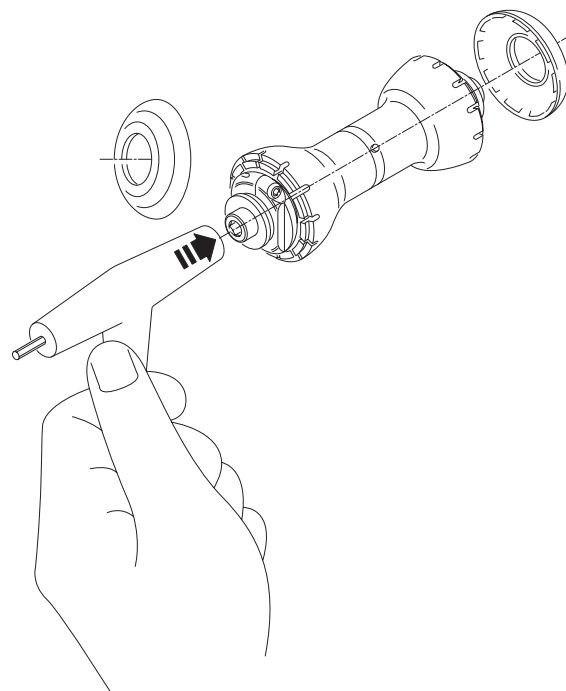

Fig. 76
- Per aumentare il gioco del perno svitate quanto basta la ghiera (C) ruotandola in senso antiorario con la mano o con una chiave da 21 mm. Battete leggermente sulla vite (D) col manico in plastica della chiave a brugola (Fig. 76).
- Avvitate la vite a brugola (A) con la chiave inserita a fondo fino a chiudere completamente lo spazio (X) sulla ghiera (C).
- Pour augmenter le jeu de l'axe, dévissez dans la mesure nécessaire la bague (C) en la tournant dans le sens inverse des aiguilles d'une montre avec la main ou avec une clé de 21 mm. Frappez légèrement sur la vis (D) avec le manche en plastique de la clé à six pans (Fig. 76).
- Vissez la vis à six pans creux (A) avec la clé insérée à fond jusqu'à fermer complètement l'espace (X) sur la bague (C).
- To increase axle clearance, loosen locking (C) by turning it counter-clockwise by hand or with a 21 mm wrench. Strike screw (D) lightly with the plastic handle of the Allen wrench (Fig. 76).
- Tighten the Allen screw (A) with the wrench properly seated on it until the gap (X) on the locking (C) is completely closed.
- Para aumentar el juego del eje, desenroscar cuanto sea necesario la virola (C) girándola en sentido contrario a las agujas del reloj con la mano o con una llave de 21 mm. Golpear ligeramente el tornillo (D) con el mango de plástico de la llave hexagonal (Fig. 76).
- Atornillar el tornillo sin cabeza (A) con la llave metida hasta el fondo, hasta cerrar completamente el espacio (X) sobre la virola (C).
- Um das Spiel der Achse zu vergrößern die Buchse (C) lockern. Dazu die Buchse gegen den Uhrzeigersinn mit der Hand oder mit einem 21 mm Schlüssel drehen. Mit dem Kunststoffstil des Inbusschlüssels leicht auf die Schraube (D) schlagen (Abb. 76).
- Die Inbusschraube (A) mit dem Schlüssel anziehen, wobei der Schlüssel tief eingeführt und der Abstand (X) zur Buchse (C) vollkommen geschlossen wird.
- Om speling op de as te verhogen: draai borgmoer los tegen de richting van de klok in met de hand of met een 21 mm sleutel. Klop licht op schroef (D) met het plastic handvat van de imbusleutel (fig. 76).
- Draai de imbusbout (A) met de sleutel aan totdat het gat (X) van de borgmoer (C) volledig is afgedicht.